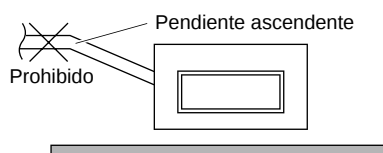

Fig. 3-85
- No instale el tubo con una pendiente hacia arriba desde el orificio de conexión. De lo contrario, el agua de drenaje podría fluir hacia atrás y fugarse cuando la unidad no está en funcionamiento. (Fig. 3-85)